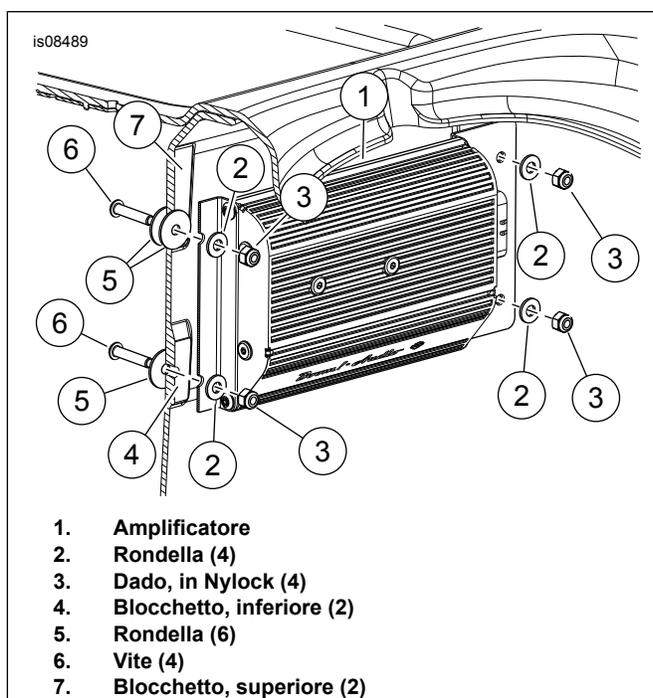

Figura 2. Installazione dell'amplificatore
6. Vedere Figura 2. Collocare l'amplificatore e le staffe (1) sopra i quattro blocchetti di appoggio (4 e 7). Posizionare il connettore verso il lato sinistro del veicolo come mostrato. Centrare i fori inferiori sopra i blocchetti inferiori (4).
11. Vedere Figura 2. Installare la rondella (5) sulla vite (6). Installarla attraverso i fori dall'interno del bauletto. Dall'esterno del bauletto, collocare una rondella supplementare (5) sulle viti superiori in modo che funga da distanziale. Collocare l'amplificatore e le staffe (1) sopra i quattro blocchetti di appoggio (4 e 7). Posizionare il connettore verso il lato sinistro del veicolo. Installare le rondelle (2) sopra le staffe e le viti. Fissare con un dado (3). Serrare il dado a: